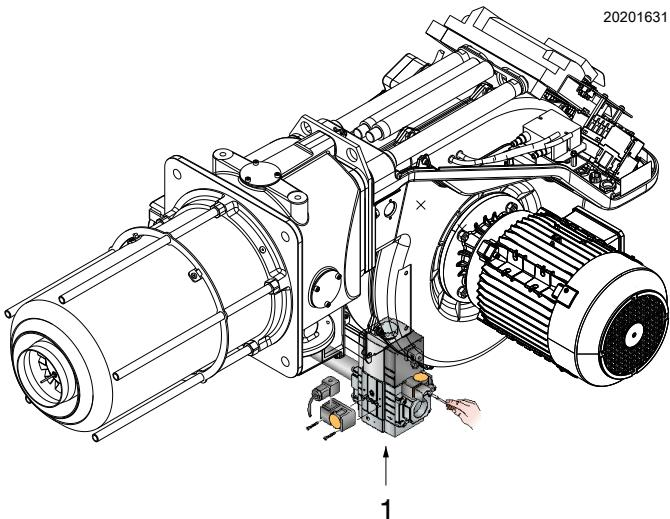

图 30
- ▶ 安装一个 U 型压力表或微压表 (图 30)，插座的 (+) 端连接到多歧管的燃气压力测试接口上，(-) 端连接到炉膛内。
参考数值一般可在图 24 on page 25 和图 26 第 27 页中查到，在 U 型压力表上读出燃气压力 (见图 30 第 30 页)，并按手册说明进行操作。